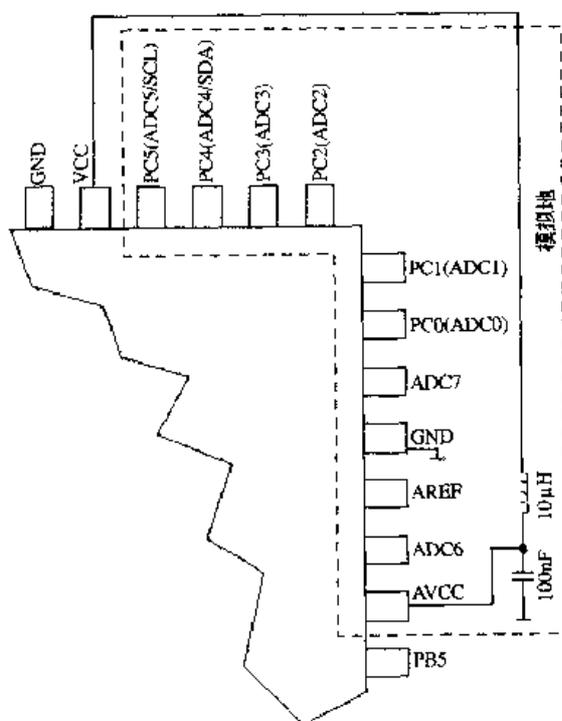

图 2.77 AVcc 引脚的连接
(1) 使模拟信号的通路尽可能的短。模拟信号连线应从模拟地的布线盘上通过，并使它们尽可能远离高速开关数字信号线。
(2) 器件上的 AVcc 引脚应该通过 LC 网络（如图 2.77 所示）与数字端电源 Vcc 相连。
(3) 采用 ADC 噪声抑制器功能来降低来自 MCU 内部的噪声。
(4) 如果 ADC[3..0] 作为通用数字输出口使用，那么在 ADC 转换过程中，千万不要改变这些引脚的状态。然而，在使用 TW1 总线接口时（ADC4 和 ADC5），只会影响 ADC4 和 ADC5 的转换，而不会影响 ADC 的其他通道。